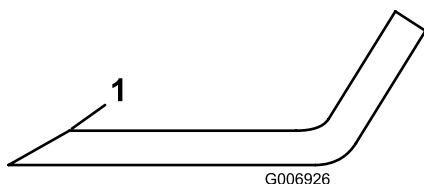

Figure 31
1. Au moyen d'une lime, aiguisez les tranchants aux deux extrémités de chaque lame (Figure 31). Veillez à conserver l'angle de coupe d'origine. Limez la même quantité de métal sur les deux tranchants pour ne pas déséquilibrer la lame.